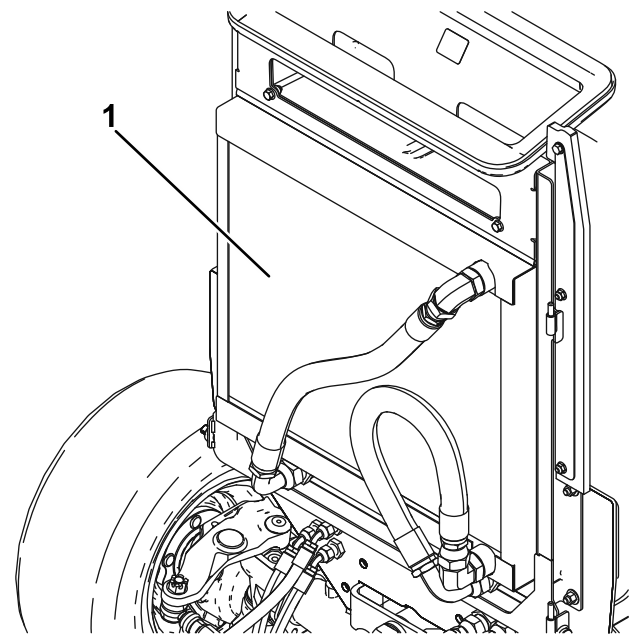

Figure 114
4. Nettoyez soigneusement les deux côtés du radiateur/refroidisseur d'huile (Figure 114) à l'air comprimé. Commencez par l'avant et soufflez les débris vers l'arrière. Nettoyez ensuite en soufflant de l'arrière vers l'avant. Répétez la procédure plusieurs fois jusqu'à ce qu'il ne reste plus aucun débris